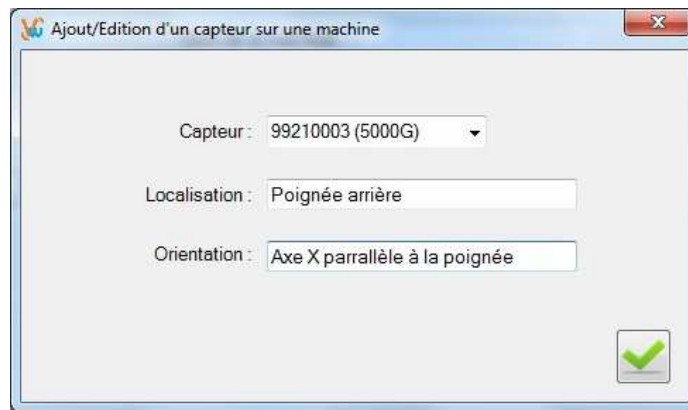

Figure 13 : Ajout d'un capteur sur une machine
- Cliquez sur le bouton  pour ajouter un capteur sur la machine à mesurer. La fenêtre d'ajout d'un capteur apparaît (Figure 13)